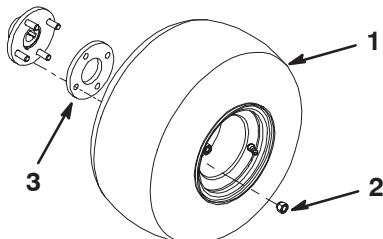

Figure 2
- Retirez les (8) écrous de fixation de l'arrière de l'aérateur à l'emballage.
- Fixez une roue à chaque moyeu avec (4) écrous (Fig. 2). Serrez les écrous à 61–75 Nm.